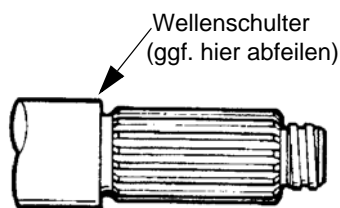

Abbildung 47 – Wellenschulter
3. Falls die Wellenschulter eine scharfe Kante hat, entfernen Sie die Kante mit einer Feile, damit der Wellen-O-Ring bei der Demontage des Dichtungssitzes nicht zerschnitten wird. Siehe Abbildung 47.